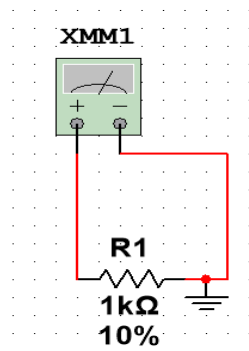

Рисунок 1.9 – Схема для исследования зависимости сопротивления резистора от температуры
3.11. Откройте в окне "Выбор компонента" вкладку "Раздел" – "Sources". Во вкладке "Семейство" – "POWER SOURCES". После во вкладке "Компонент" найдите элемент "GROUND" и соедините его со схемой, рисунок 1.9.